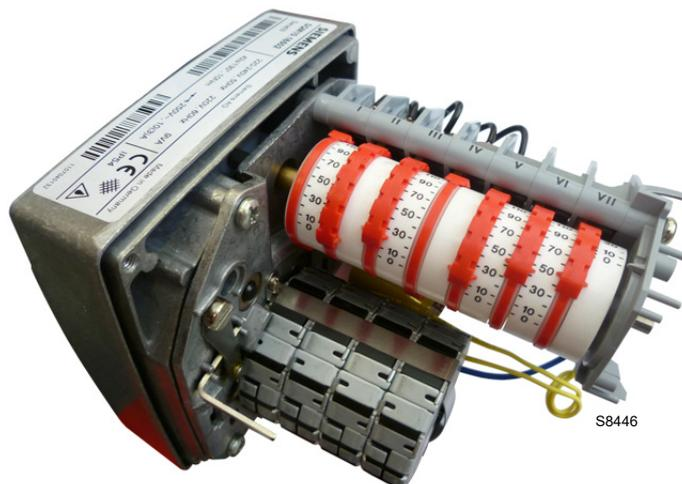

Fig. 38
- Controlar que la excentricidad de la leva aceite permita efectuar una carrera de aproximadamente 8 mm al eje del modulador aceite. Normalmente, con una carrera de 8 mm del eje, se obtiene la variación de la presión necesaria para la modulación de la potencia de mínimo a máximo. Para controlar, girar manualmente la leva después de desbloquear el servomotor mediante la palanca 7)(Fig. 38) para que la carrera del eje no sea exagerada o insuficiente. Bloquear el servomotor cuando se finalizó el control.
El servomotor (Fig. 38) regula al mismo tiempo, mediante reenvíos, caudal y presión del aire y, caudal del combustible que se está usando.